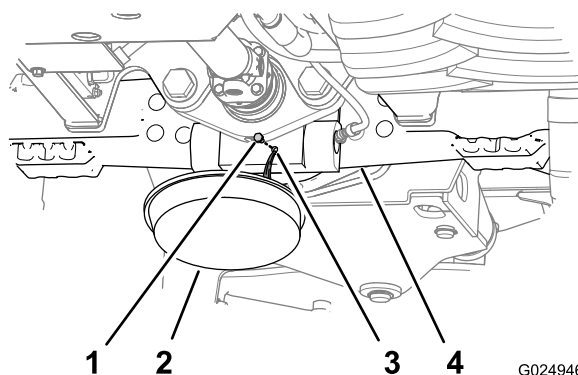
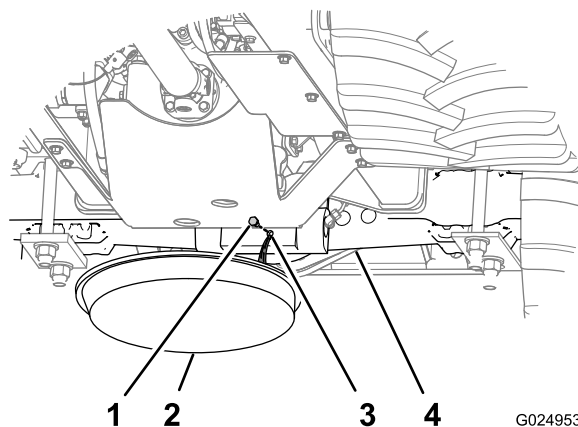

Figura 93
Figura 94
- Mettete una bacinella di spurgo sotto l'alloggiamento del pignone dell'assale (Figura 93 e Figura 94).
- Rimuovete i tappi dal foro spia e dal foro di spurgo negli alloggiamenti del pignone per gli assali (Figura 93 e Figura 94).